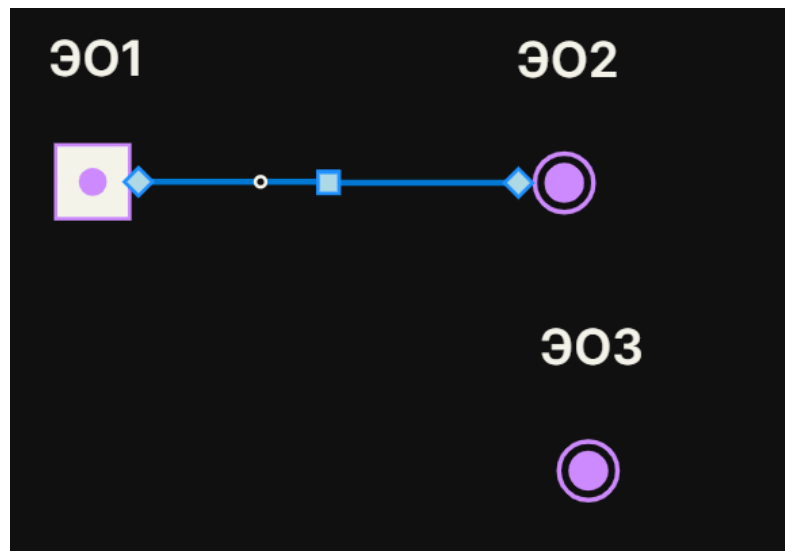

Рисунок 5.74 Создание точки соединения для отпайки
- 7.2 Двойным щелчком мыши по ЛС сгенерировать точку соединения для присоединения отпайки (Рисунок 5.74).